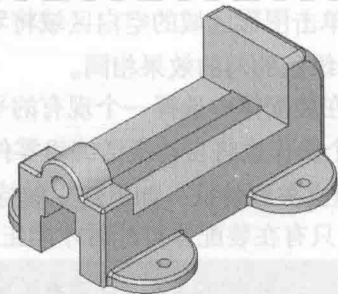

图 1-3 “Machine\_Vise” 装配体
**步骤 1 打开装配体** 打开“Lesson01 \ Case Study”文件夹下的装配体“Machine\_Vise”,该文件包含了 Base1 和 Base2 两个部件,这两个部件组成了“Vise”的基座,如图 1-3 所示。